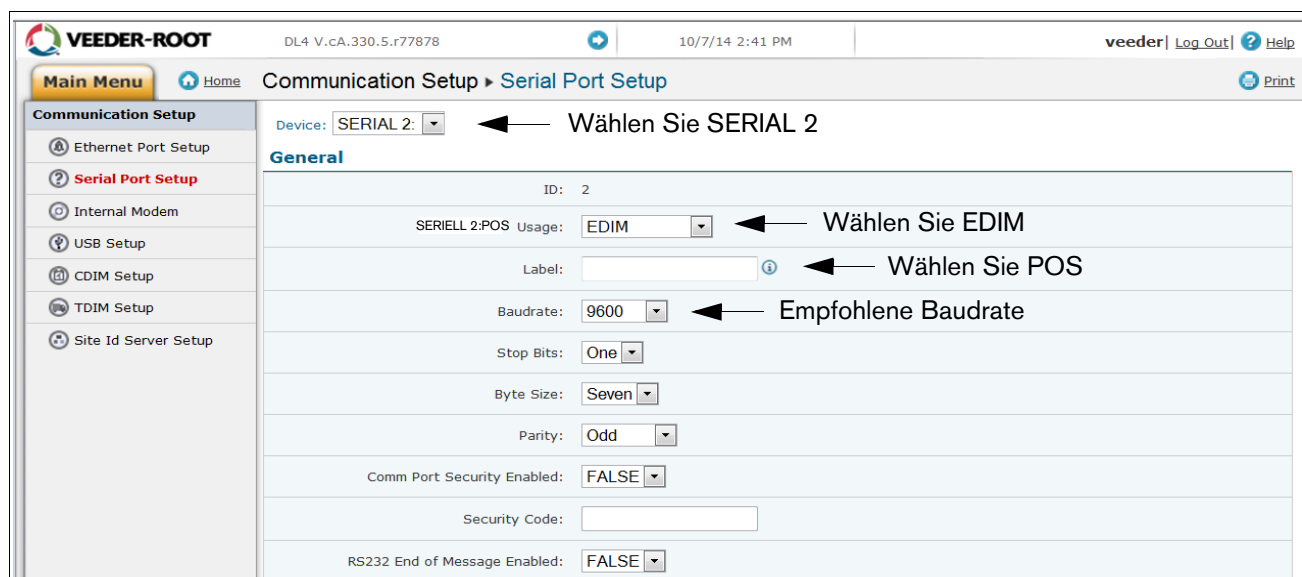

Abbildung A-5. Serieller Port-Setup, SERIELL 2-POS
8. Klicken Sie auf "Serial Port Setup" (1), und wählen Sie im Feld "Device" "SERIAL 2". Verwenden Sie diese Verbindung zum Anschluss an das POS, und geben Sie für das Label "POS" ein. Stellen Sie mithilfe des Dropdown-Menüs die richtigen Kommunikationsparameter für das POS ein. Klicken Sie auf die Schaltfläche "Save", um diese Einstellungen zu speichern (siehe Beispiel in Abbildung A-5.).